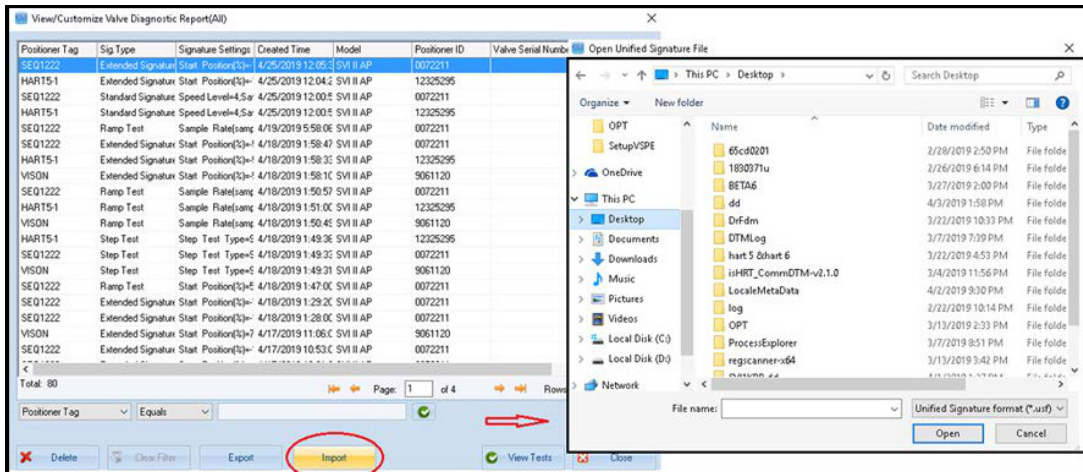

Рисунок 156 - Импорт файла USF
- a. Щелкните **Tools/Valve Data Management > Signature Management** (**Инструменты/Управление данными клапана > Управление сигнатурой**) а затем нажмите **Open** (**Открыть в**) в диалоговом окне (Рисунок 156).